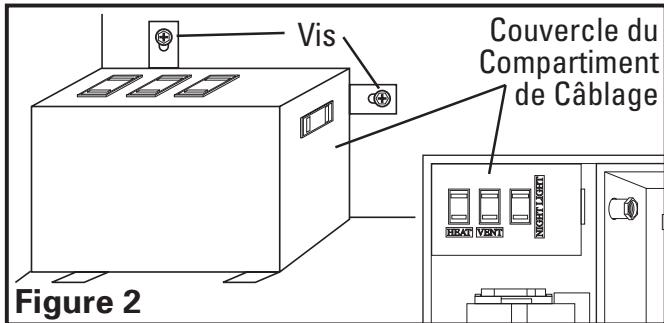

Figure 2
- Enlever le couvercle du compartiment de câblage fini en desserrant les deux vis qui tiennent le couvercle en place (**Figure 2**).